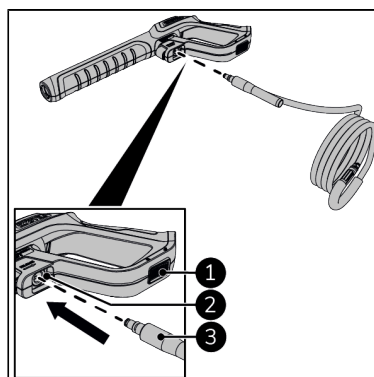

Figure 73.
1. Assurez-vous que le verrouillage de sécurité sous la gâchette est bloqué (Figure 73, pos. 1).
2. Raccordez le tuyau haute pression (Figure 73, pos. 3) au pistolet à jet (Figure 73, pos. 2).